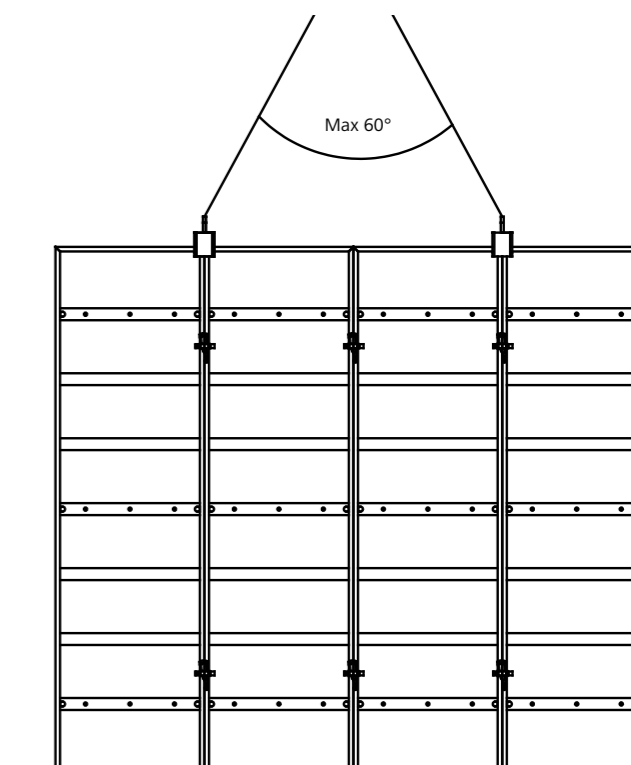
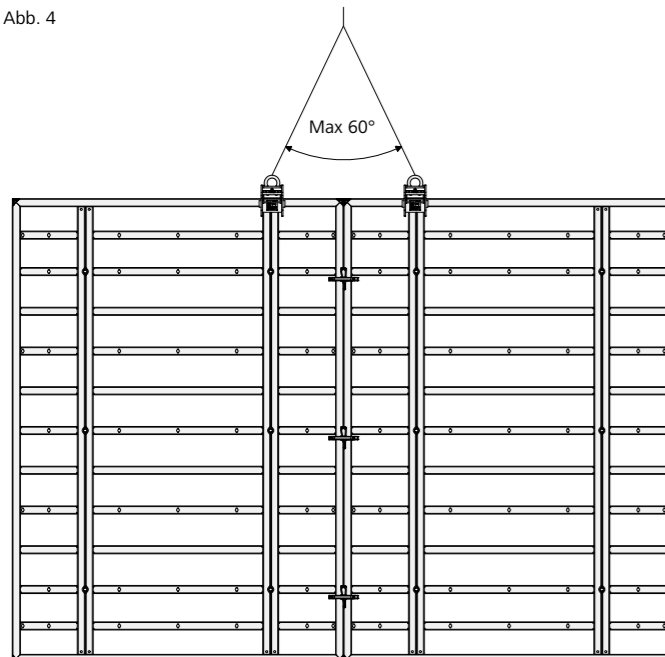

Abb. 2
Abb. 5
- GEFAHR** Verwenden Sie immer zwei Kranhaken symmetrisch zum Schwerpunkt, um ein Verrutschen ausschließen zu können (Abb. 2 bis Abb. 5).
- Sie müssen immer 2 Kranhaken symmetrisch zum Versetzen verwenden (Abb. 2)
Beim großflächigen Umsetzen müssen Sie jeden Kranhaken am Elementstoß anschlagen, damit er nicht verrutschen kann (Abb. 2 und 5). Versehen Sie die Schalungseinheiten mit Führungseilen zum Leiten an die nächste Einsatzstelle. Das bauseitige Krangehänge muss für die auftretenden Lasten ausgelegt sein.